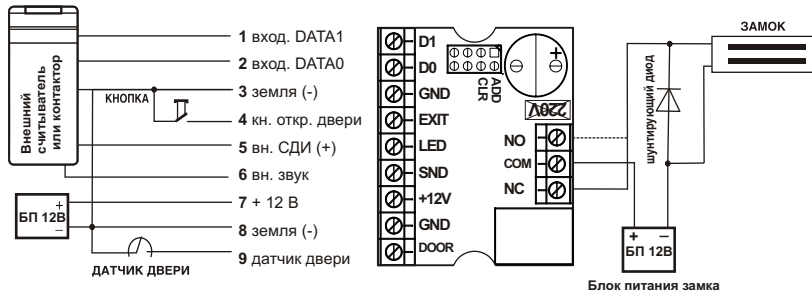

Рис. 6 Подключение внешних устройств
4. Установите шунтирующий диод (см. рис. 6 на стр.40) в случае использования индуктивной нагрузки (электромагнитный или электромеханический замки).
Важно! Для защиты контактов реле от выгорания при подключении индуктивной нагрузки в виде электромагнитного или электромеханического замка следует параллельно обмотке замка установить шунтирующий диод, входящий в комплект поставки (см. рис.6 на стр.40).